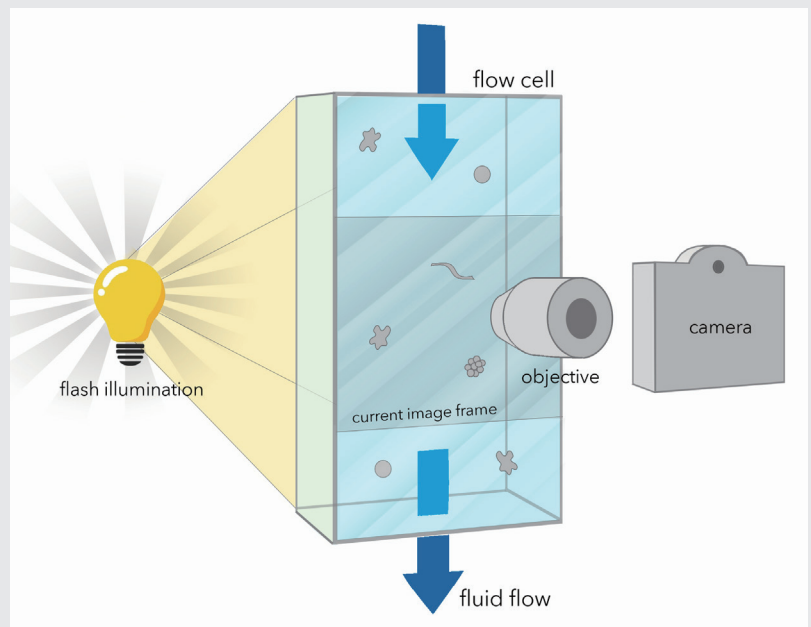

図2. FlowCamイメージング技術の模式図
- シリンジポンプで、フローセルを通してサンプルを吸引します。画像取り込み時の画像ぶれを防止するために、フラッシュ照明を使って粒子を照明します(図2)